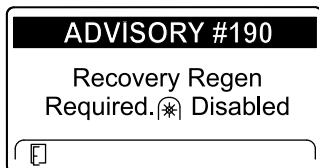

Figura 70
- Richiesta di rigenerazione di recupero – disabilitazione della presa di forza ADVISORY #190 (Figura 70)